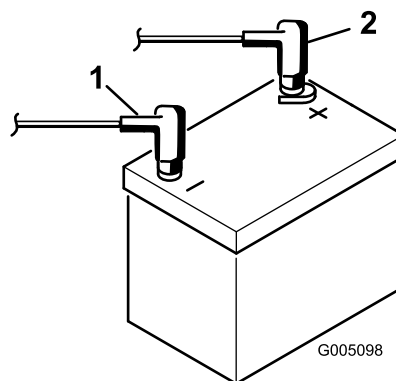

图6
9. 使用螺栓和螺母将正极红色接线连接到正极+电池端子负极黑色接线连接到负极-电池端子图6。将橡皮套滑动到正极电池端子上防止可能发生的短路情况。